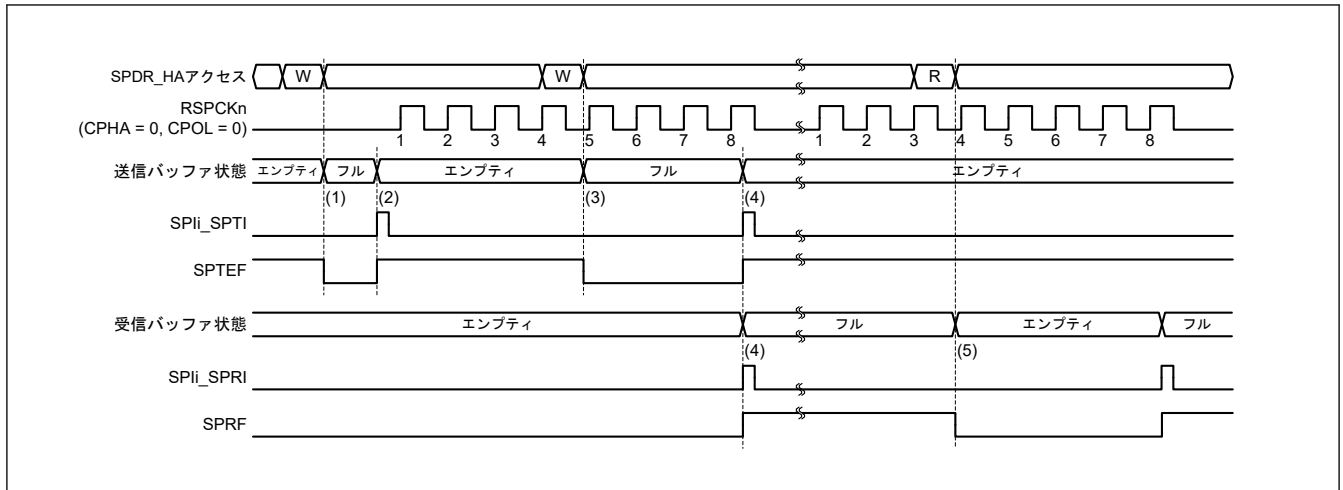
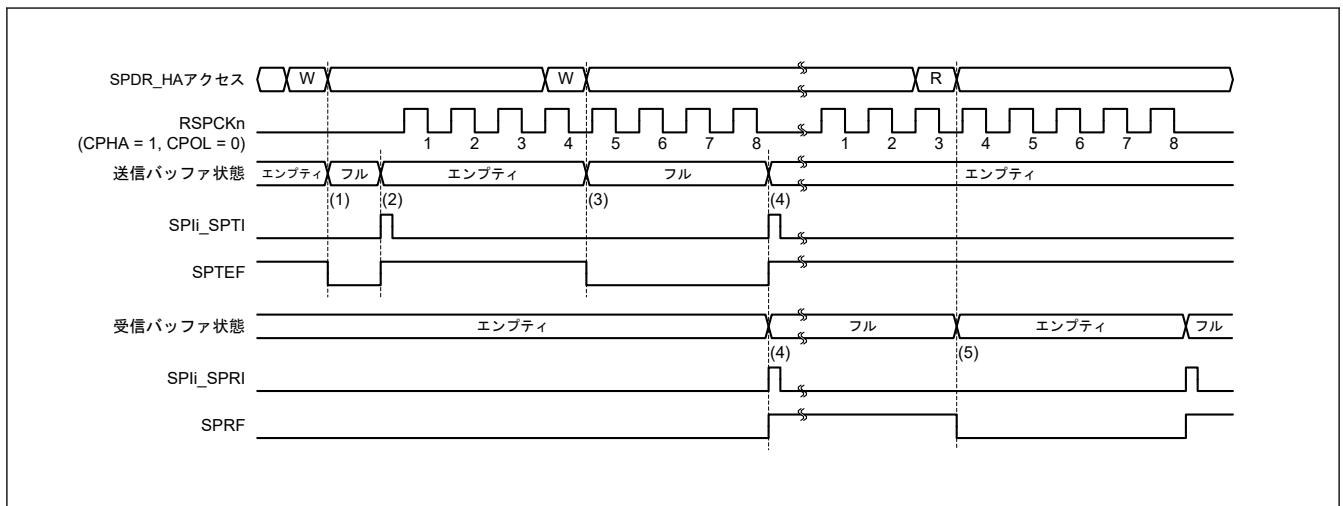

図 32.29 SPIi\_SPTI、SPIi\_SPRI 割り込みの動作例 (CPHA = 0、CPOL = 0)
図 32.30 SPIi\_SPTI、SPIi\_SPRI 割り込みの動作例 (CPHA = 1、CPOL = 0)
図 32.29 および図 32.30 に、送信バッファエンプティ割り込み (SPIi\_SPTI) と受信バッファフル割り込み (SPIi\_SPRI) の動作例を示します。図 38.26 および図 38.27 に記載した SPDR レジスタアクセスは、SPDR\_HA レジスタへのアクセス状況を示しています。W は書き込みサイクル、R は読み出しサイクルを示しています。図 32.29 では、SPCR.TXMD ビットが 0、SPDCR.SPFC[1:0] ビットが 00b、SPCMDm.CPHA ビットが 0、SPCMDm.CPOL ビットが 0 の設定で、SPI が 8 ビットのシリアル転送を実行しています。図 32.30 では、SPCR.TXMD ビットが 0、SPDCR.SPFC[1:0] ビットが 00b、SPCMDm.CPHA ビットが 1、SPCMDm.CPOL ビットが 0 の設定で、SPI が 8 ビットのシリアル転送を実行しています。RSPCKn 波形の下に記載した数字は、RSPCK サイクル数 (= 転送ビット数) を示しています。
以下に、図 32.29 および図 32.30 の (1)~(5) での SPI の動作内容を説明します。